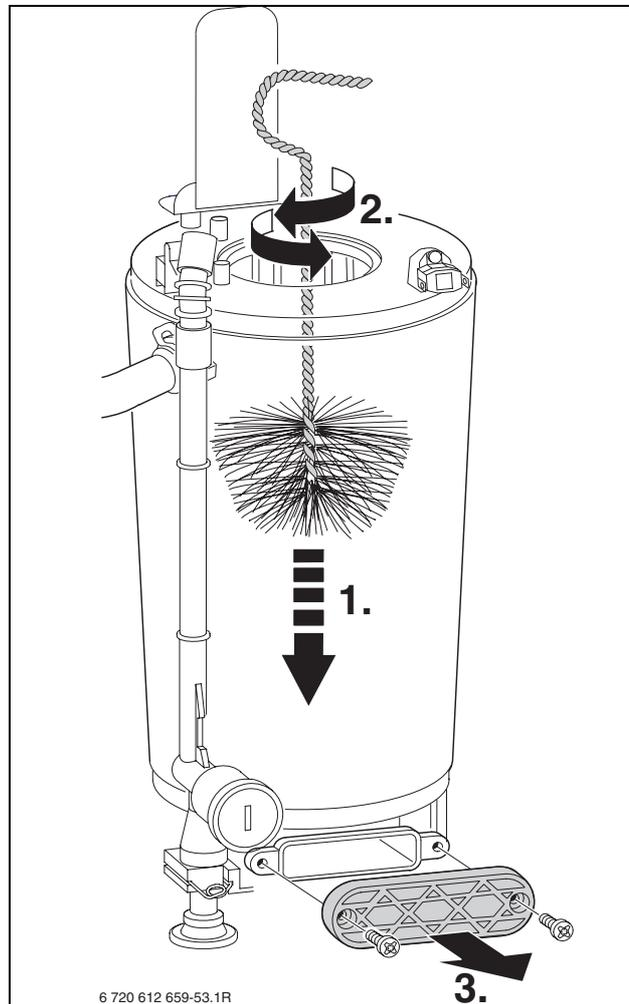

Fig. 56
- ▶ Pulire l'interno dello scambiatore (fig. 56) utilizzando l'accessorio nr. 1156, codice d'ordine nr. 7 719 003 006:
- dall'alto al basso, fino alla battuta (1),
- ruotare la spazzola verso sinistra e verso destra (2).